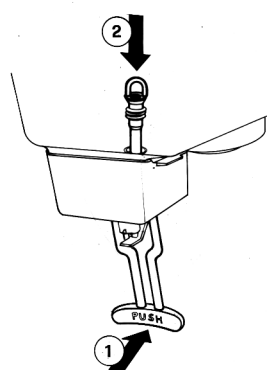

figure 10
- 2 - Pousser (1) le levier de débit et enfiler (2) le tuyau du robinet dans son siège vertical sur le fond du réservoir (voir figure 10).